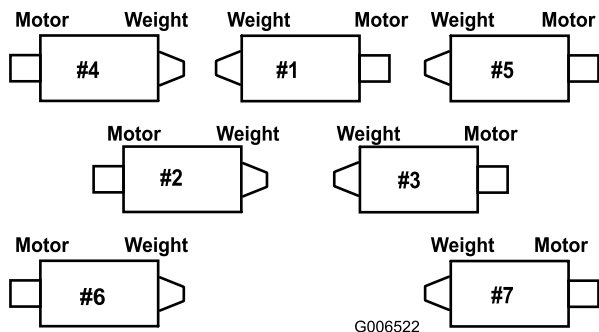

**Figura 15**
1. Sugli apparati di taglio n° 2, n° 4 e n° 6, togliete le due viti a testa cilindrica che fissano il contrappeso all'estremità sinistra dell'apparato di taglio. Togliete il contrappeso (Figura 15).